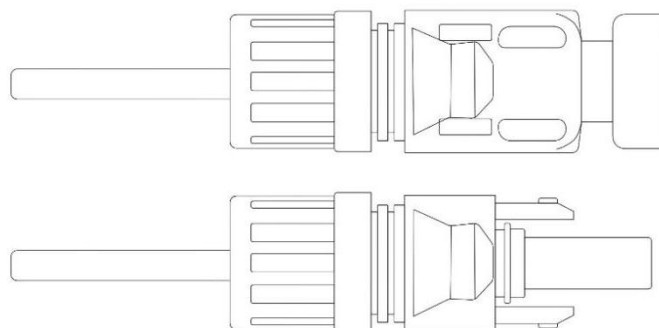

Figura 2.14 Estilete inserido na parte superior do conector
3.Insira o estilete na parte superior do conector e rosqueie a porca da capa na parte superior do conector. figura 2.14.